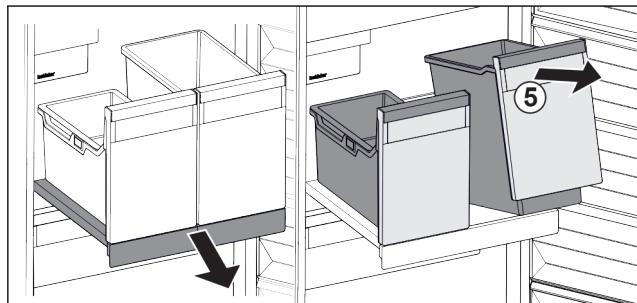

Fig. 23
- Nadvihnite nádobu Fig. 23 (5) vpred.